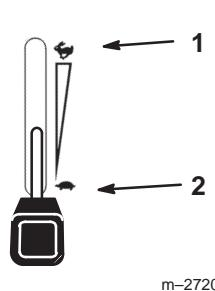

Figure 12
- Placez la commande de PDF en position désengagée (Fig. 12).
- Réglez la manette d'accélérateur à mi-course entre les positions de ralenti et de régime maximum (Fig. 12).